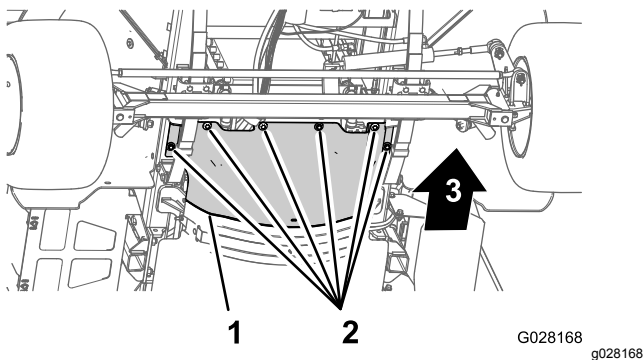

Figure 59
3. Retirez les 6 boulons à tête hexagonale et les 6 rondelles qui fixent l'écran pare-chaueur au châssis et déposez l'écran (Figure 59).